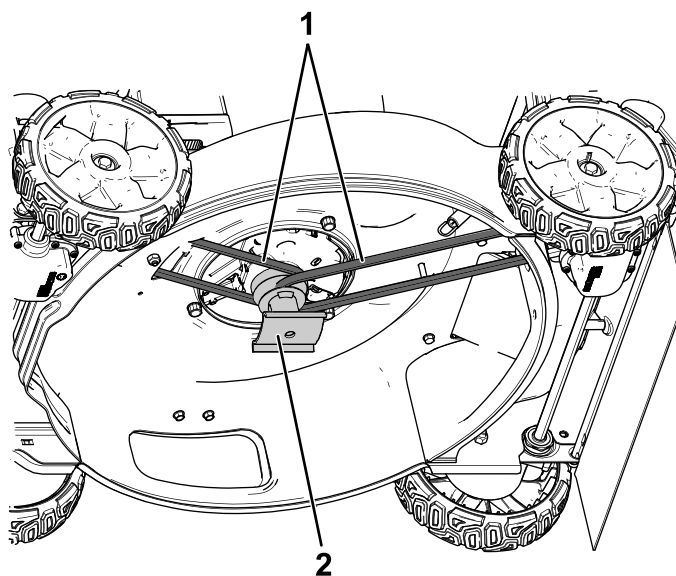

Rysunek 3
7. Zdemontuj i zachowaj dolną, tylną pokrywę paska oraz odpowiadające jej śruby (**Rysunek 3**).